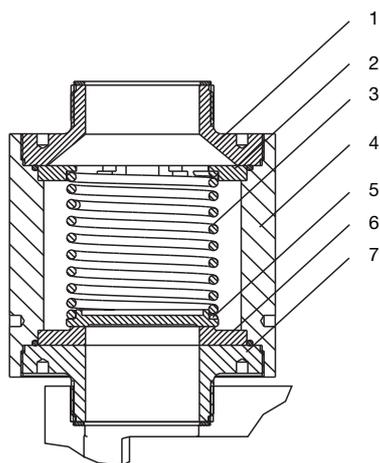

Fig. 32
- ▶ Retirez le capuchon du clapet (7) du côté de l'aspiration (voir Fig. 32).
- ▶ Retirez délicatement les pièces du corps de clapet (4).
- ▶ (Uniquement DN 65 : placez la grille (2) dans le corps de clapet (4)).
- ▶ Placez le ressort de pression (3) dans le corps de clapet (4).